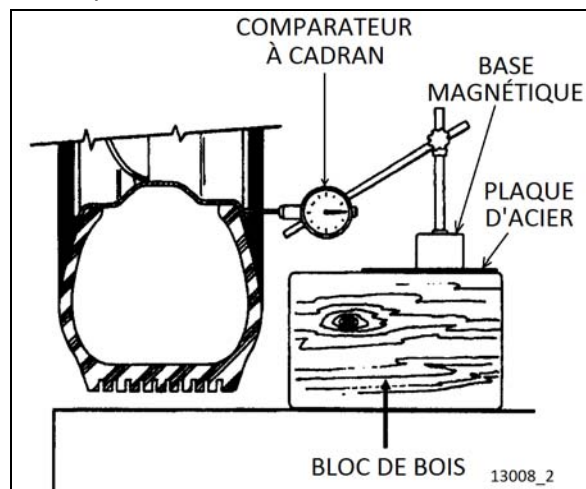

FIGURE 4 : MONTAGE DE COMPARATEUR À CADRAN
- Vérifier le voile latéral de roue. Poser un comparateur à cadran comme illustré à la Figure 4. Ensuite, faire tourner à la main d'un tour complet. Pendant que la roue tourne, remarquer toute variation sur le comparateur à cadran;